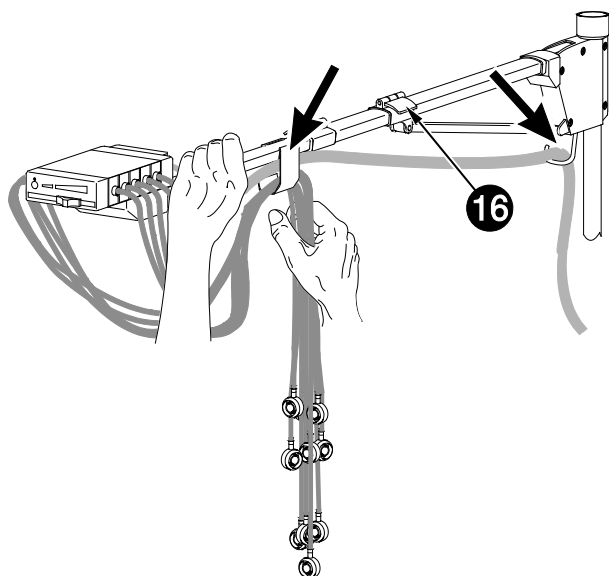

Figure 3-5. Pose des câbles
- \* Posez les conduites d'aspiration et de signaux combinées selon la figure 3-5.
- \* Suspendez ensuite les câbles d'électrodes selon la figure 3-5.
- \* En réglant la hauteur du bras télescopique, il vous faut tenir le bras, afin que celui-ci ne se replie vers le bas, lorsque vous ouvrez la pince (16).